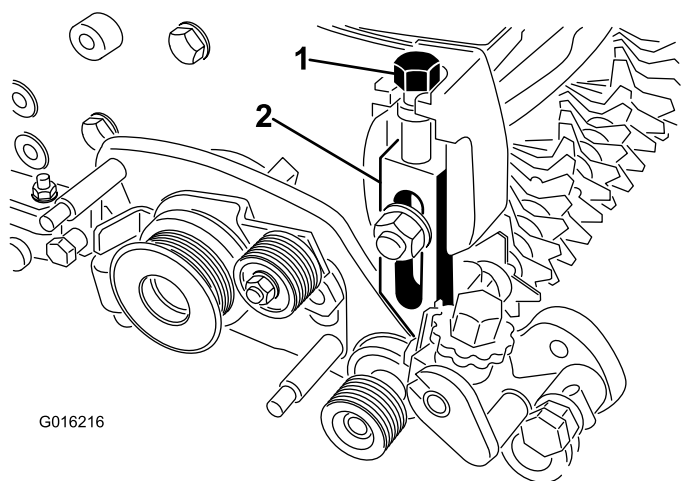

图 13
- 将剪草高度调整螺丝旋入右调整臂组件的顶部图 13。
2. 用现有的防松螺栓、螺母和新垫圈将右手调整臂组件安装至滚刀组侧板。确保剪草高度臂组件的杆端滑入疏草刀驱动组件孔的轴套内图 13。
5. 将剪草高度调整螺丝旋入左手调整臂组件的顶部图 13。
7. 用现有的防松螺栓、螺母和新垫圈将左手调整臂组件安装至滚刀组侧板图 13。